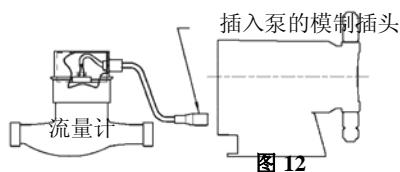

图 12
- 右图展示适用于开关闭合流量计的典型接线方法（图 12）。